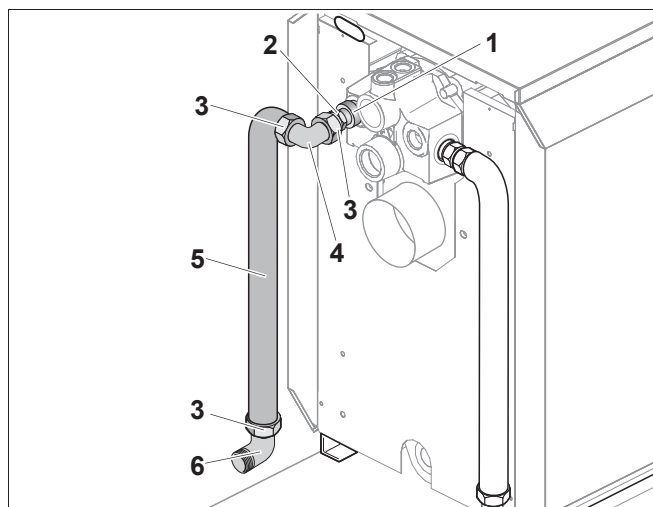

Рис. 8 Подключение подающей линии к отопительному котлу
- Установить кольцо (рис. 8, **поз. 1**) в паз двойного ниппеля (рис. 8, **поз. 2**) и закрутить ниппель в отверстие для подключения подающей линии на баке.
- Уложить уплотнение (рис. 8, **поз. 3**) в накидную гайку уголка (рис. 8, **поз. 4**) и прикрутить к двойному ниппелю.
- Уложить уплотнение (рис. 8, **поз. 3**) в накидную гайку короткого колена подающей трубы (рис. 8, **поз. 5**) и слегка прикрутить к уголку (рис. 8, **поз. 4**).
- Уложить уплотнение (рис. 8, **поз. 3**) в накидную гайку углового резьбового соединения с зажимным кольцом (рис. 8, **поз. 6**) и слегка прикрутить к трубе обратной линии.